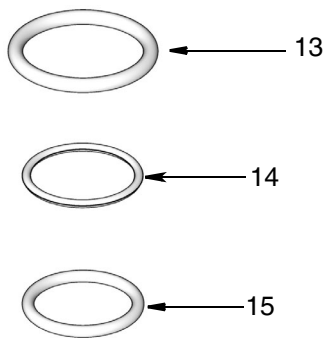

Fig. 11
**Ремонтные комплекты для уплотнительных колец- 24K293 для насоса 3:1- 24K293; для насоса 5:1 - 24Н855 (Fig. 11)**